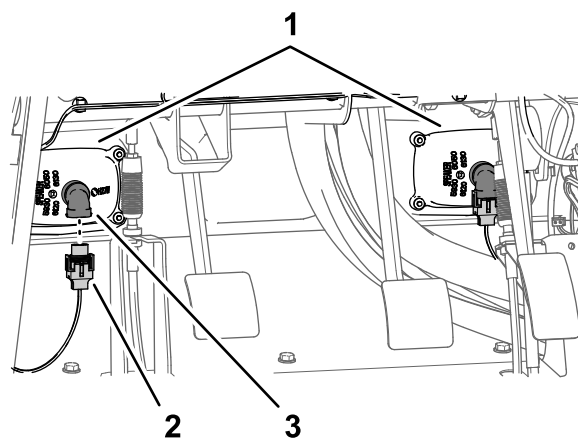

图 14
- 从左、右大灯的 2 针接头断开机器线束的 2 个电气接头 2 插槽 **图 14**。